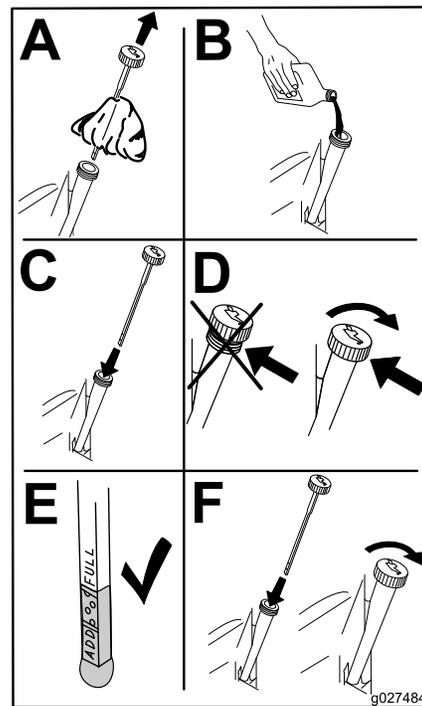

Figura 39
6. Deite cerca de 80% do óleo especificado no tubo de enchimento e adicione lentamente o óleo adicional até chegar à marca **Cheio** (Figura 39).